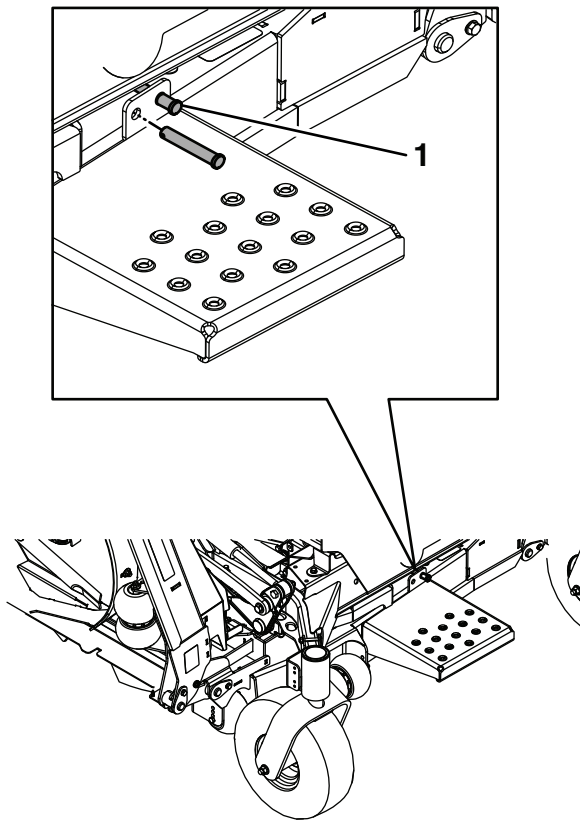
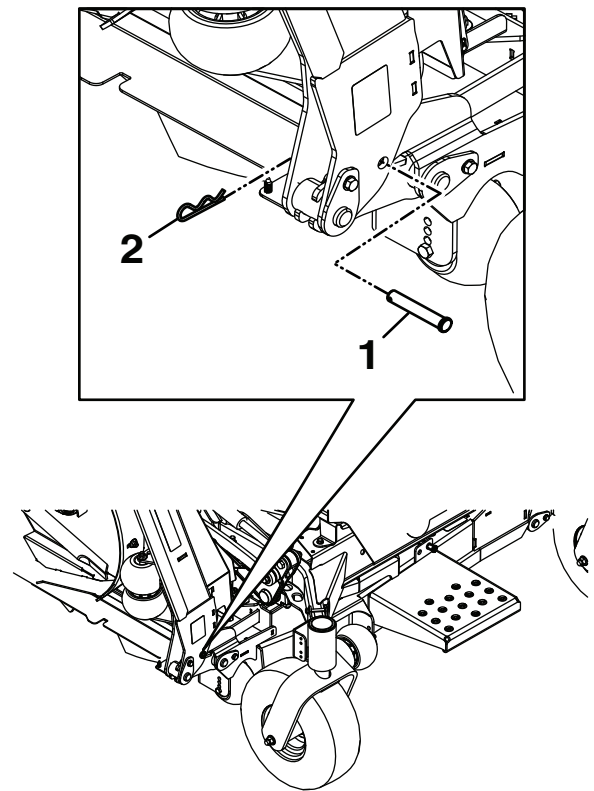

Figura 24
Figura 25
5. Retire el pasador y la chaveta del lugar de almacenamiento y fije cada carcasa en posición vertical (Figura 24 y Figura 25).